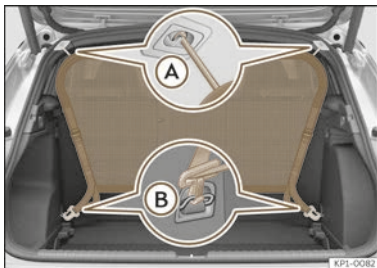

Abb. 191 Netztrennwand eingebaut.
- Netztrennwand in der linken Aufnahme am Dach >>> (Abb. 191) A einhängen. Darauf
- Netztrennwand in der rechten Aufnahme am Dach durch Zusammendrücken der Querstange >>> (Abb. 191) A einhängen.
- Beide Haltehaken der Netztrennwand in die vorderen Verzurrrösen im Gepäckraum >>> (Abb. 191) B einhängen und die Gurte fest spannen.